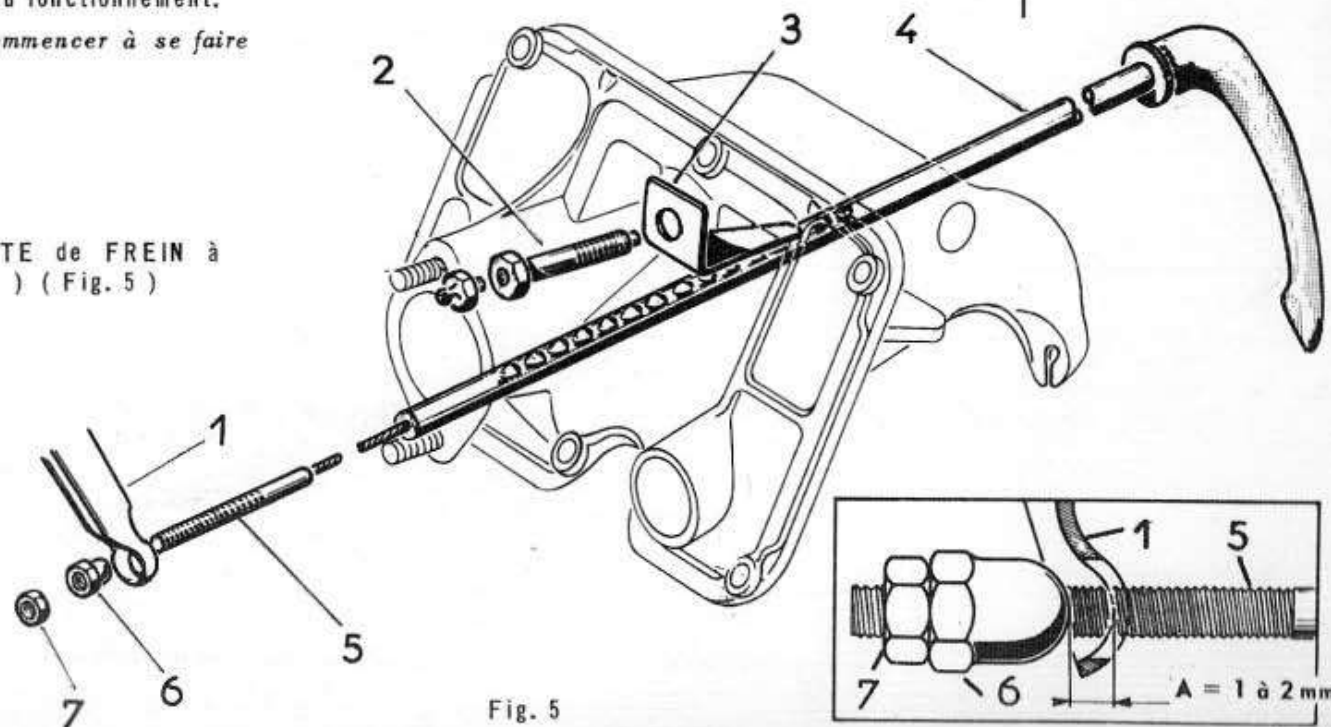

Fig. 5
- 1) Le frein à main étant desserré, complètement, déposer la vis d'arrêt (2 - Fig. 5), munie de son graisseur, dégager la butée (3).
- 2) Présenter la butée (3), l'orienter convenablement, poser la vis d'arrêt (2), la bloquer. Actionner le frein à main pour s'assurer du fonctionnement.
507 - REMPLACEMENT de la TIRETTE de FREIN à MAIN (Y compris le REGLAGE) (Fig. 5)